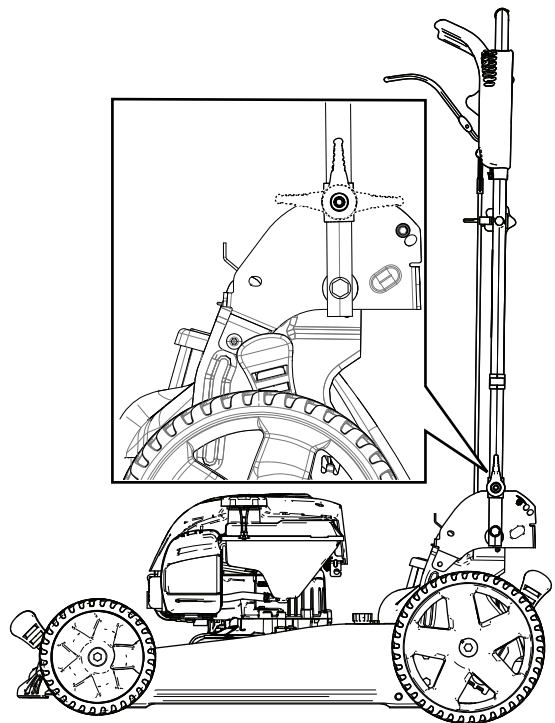

Рисунок 20
- Сложите рукоятку вперед, установив ее в вертикальное положение или в положение до упора вперед, как показано на Рисунок 20.